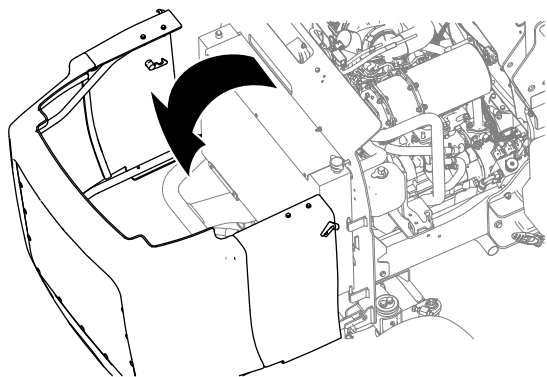

Figure 70
5. Déverrouillez et soulevez le capot (Figure 70).